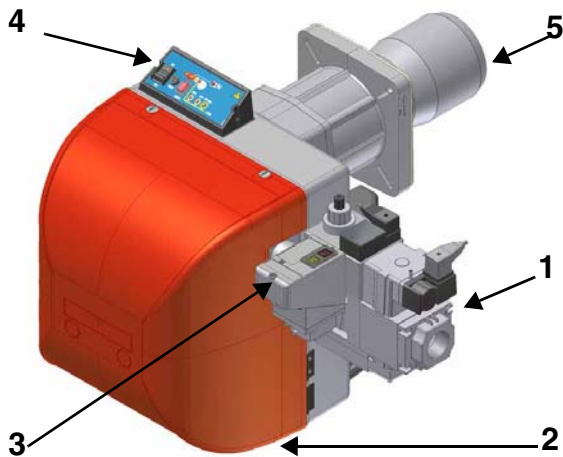

Fig. 42
- 2 Starten Sie den Brenner, indem Sie den Hauptschalter **A** des Brenners auf ON stellen (Fig. 35): Drücken Sie bei Blockierung (angezeigt durch die LED **B** des Bedienfelds) die Taste RESET (**C**) auf dem Bedienfeld des Brenners (siehe Fig. 42).